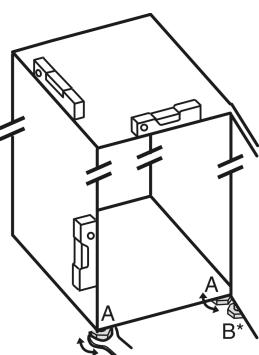

Fig. 4
- Ξεβιδώστε τα ρυθμιζόμενα πόδια Fig. 4 (A) με το γερμανικό κλειδί που υπάρχει στη συσκευασία και με τη βοήθεια ενός αλφαδιού μέχρι η συσκευή να είναι καλά και οριζόντια ευθυγραμμισμένη.
- Ξεβιδώστε το ρυθμιζόμενο πόδι Fig. 4 (B) στο στήριγμα με το γερμανικό κλειδί που υπάρχει στη συσκευασία, μέχρι να ακουμπήσει στο δάπεδο.
- Περιστρέψτε το ρυθμιζόμενο πόδι Fig. 4 (B) άλλες 90°.